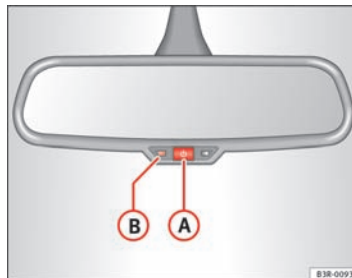

Fig. 104 Rétroviseur intérieur photosensible : témoin et touche de mise en/hors fonction
- Appuyez sur la touche **(A)** ⇒ page 137, fig. 104. Le témoin **(B)** s'éteint.
- Appuyez sur la touche **(A)** ⇒ page 137, fig. 104. Le témoin **(B)** s'allume.